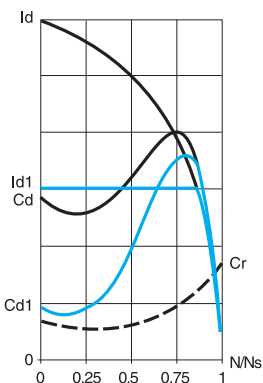

Рис. 1
■ На рис. 1 приведена зависимость момента от тока при пуске. Ограничение пускового тока I_{d1} определенным значением I_{d1} вызывает уменьшение пускового момента C_{d1} , практически равного квадрату отношения токов I_{d1} и I_d .